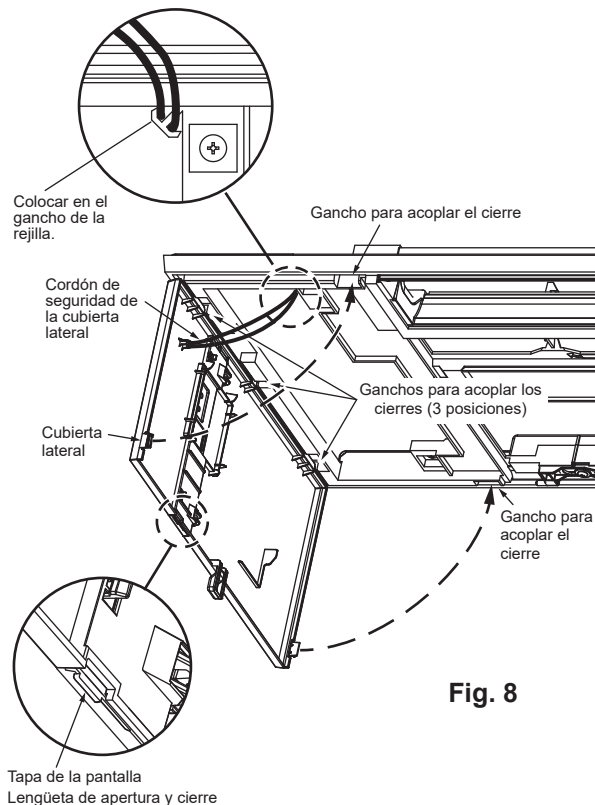

Fig. 8
10. Enganche los cordones de seguridad de las cubiertas laterales I/D a la rejilla e instálelas. (Fig. 8)
- Compruebe que los cierres de las cubiertas laterales I/D estén enganchados de forma segura. (Fig. 8)